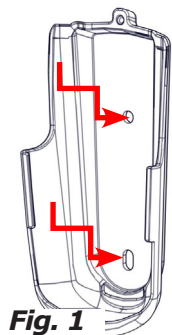

Fig. 1
- Marquer les trous supérieur et inférieur du support (Fig. 1).